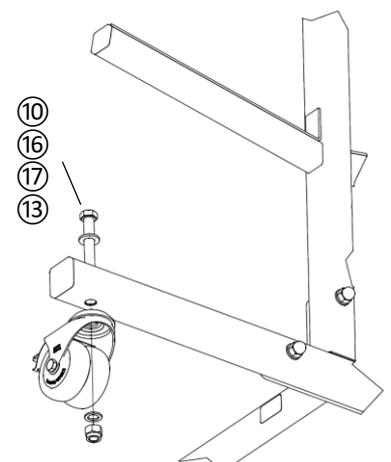

Abb. 4: Montage der Lenkrollen
Als nächstes werden die Rollen ⑥ und ⑦ befestigt (Abb. 4).